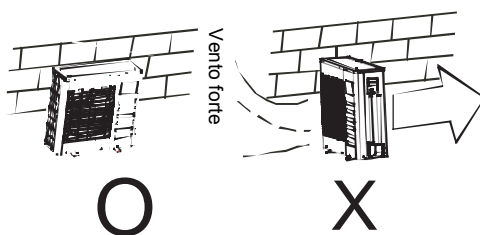

Fig.6-1
- Nei luoghi vicino alla coste o in alta quota dove il vento può essere forte, installare l'unità esterna contro il muro per garantire il regolare funzionamento; usare uno schermo se necessario (Fig.6-1).